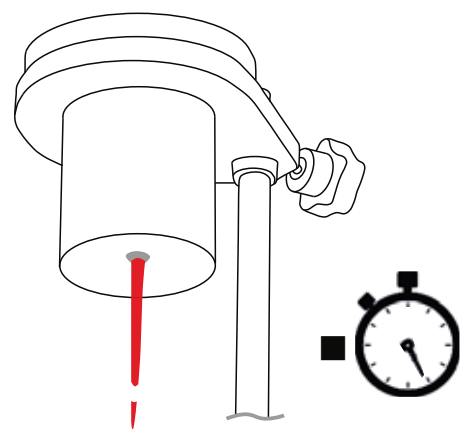

図 5
- 8 オリフィスから試料液が流出するのを観察し、流れが初めて途切れたときにストップウォッチaを停止します (図5)。